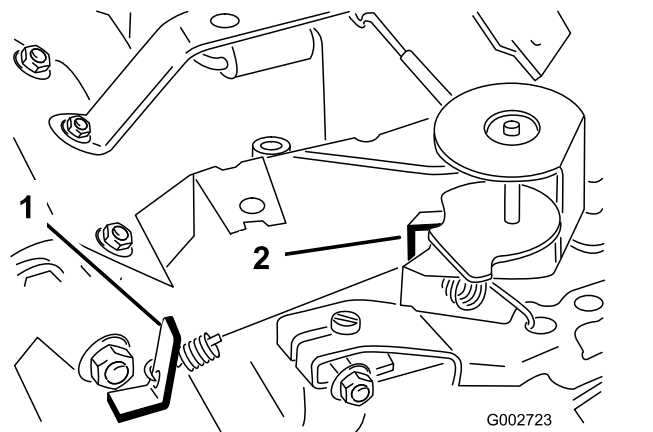

Рисунок 39
3. Отогните язычок пружинодержателя управляемых оборотов холостого хода (Рисунок 39) так, чтобы получить малую частоту холостого хода в пределах от 1 675 до 1 175 об/мин.
6. Отогните язычок пружинодержателя высоких оборотов (Рисунок 39) так, чтобы получить высокую частоту 3 350 – 3 450 об/мин.